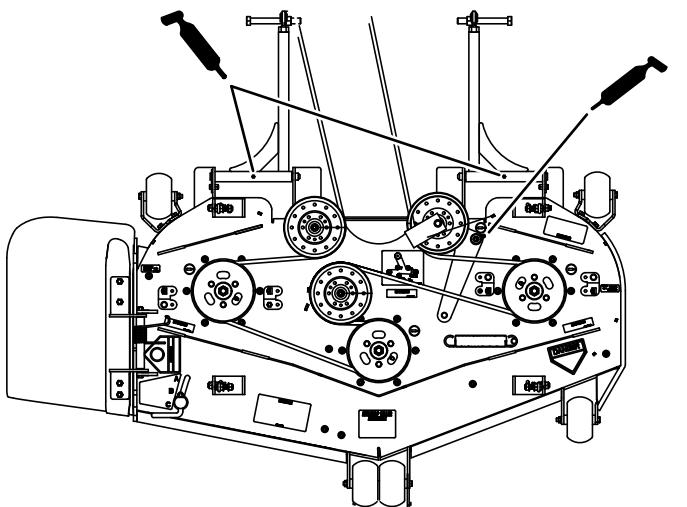

Figure 40
4. Graissez le bras de tension sur le tablier de coupe (Figure 40).
5. Lubrifiez les graisseurs des bras de poussée (Figure 40).